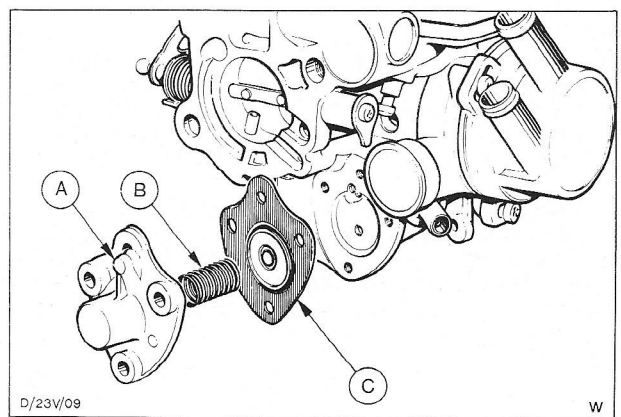

Fig. 53 Acceleratiepomp.
15. Monteer de acceleratiepomponderdelen in de volgorde die in Fig. 53 is aangegeven.